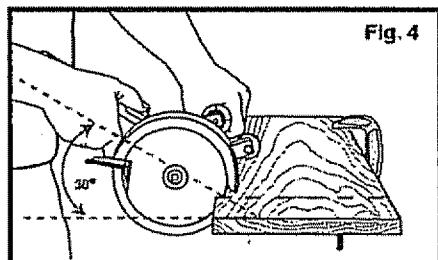

Fig. 4
1. **SIEMPRE** diríjase hacia la pieza de trabajo con la sierra en un ángulo de aproximadamente  $30^{\circ}$  en relación con la pieza de trabajo. (ver Fig. 4).